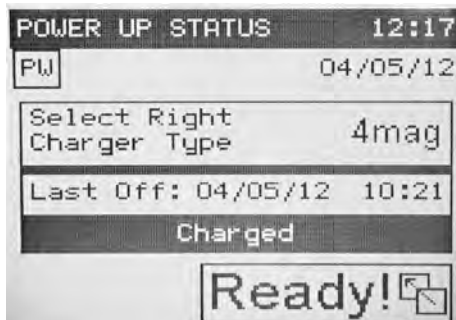
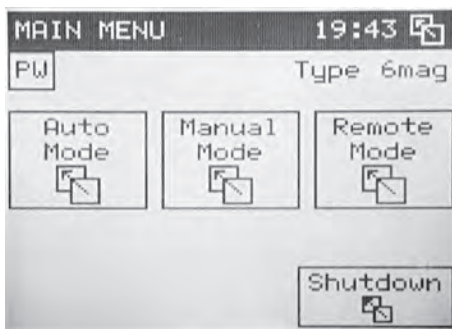

Abbildung 26 Meldung "Ready" (Bereit) nach dem Aufstarten
Abbildung 27 Hauptmenüfenster
Nach Beendigung der vorgeschriebenen Aufladezeit (35 min) wird der Ladestatus „Charged“ (aufgeladen) angezeigt. Ist die zweite Bedingung (Auswählen einer von „NONE“ (Keine) abweichenden Ladevorrichtung) bereits erfüllt, blinkt die Schaltfläche READY (Bereit) im Fenster (siehe Abb. 26). Wenn Sie auf die Schaltfläche READY (Bereit) tippen, wird das Hauptmenü mit der Zugriffsebene „COMMON“ (gemeinsam) aufgerufen (siehe Abb. 27). Jetzt ist die Einheit zum Mischen bereit.
- Drücken Sie die Schaltfläche **Shutdown** (Herunterfahren) im Hauptmenü (siehe Abb. 27).